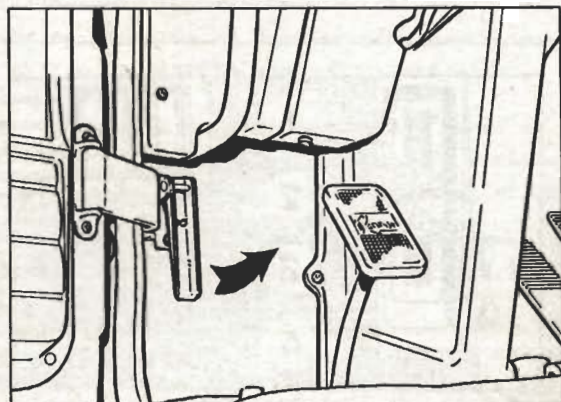

Fig.2.13 Palanca abertura calandra.
- 3º Tirar de la palanca (fig.2.13), para quitar el seguro de la calandra que dá acceso al radiador, seguidamente proceder a levantar dicha calandra hasta un tope de anclaje.